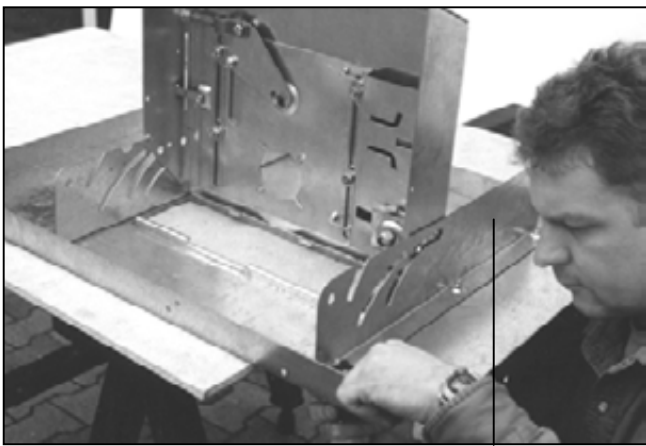

Abb. 11 10
- Alle 4 Führungsteile A eingerastet? Dann weiter mit Bild 11
- Are all 4 guiding parts A locked in place? Now continue with Fig. 11.
- Toutes les 4 pièces de guidage A sont bien enclenchées ? Continuez alors avec la figure 11
- Alle geleidingsdelen A ineengesloten. Dan verder met afbeelding 11
- Alla fyra föringsdelarna A har hakat i? Gå i så fall vidare med bild 11